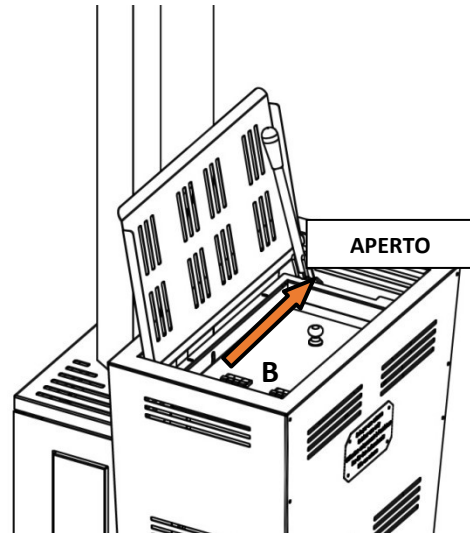

Fig. 10
- Muovere il coperchio **B** tramite il pomello verso la posizione aperto (fig.10)